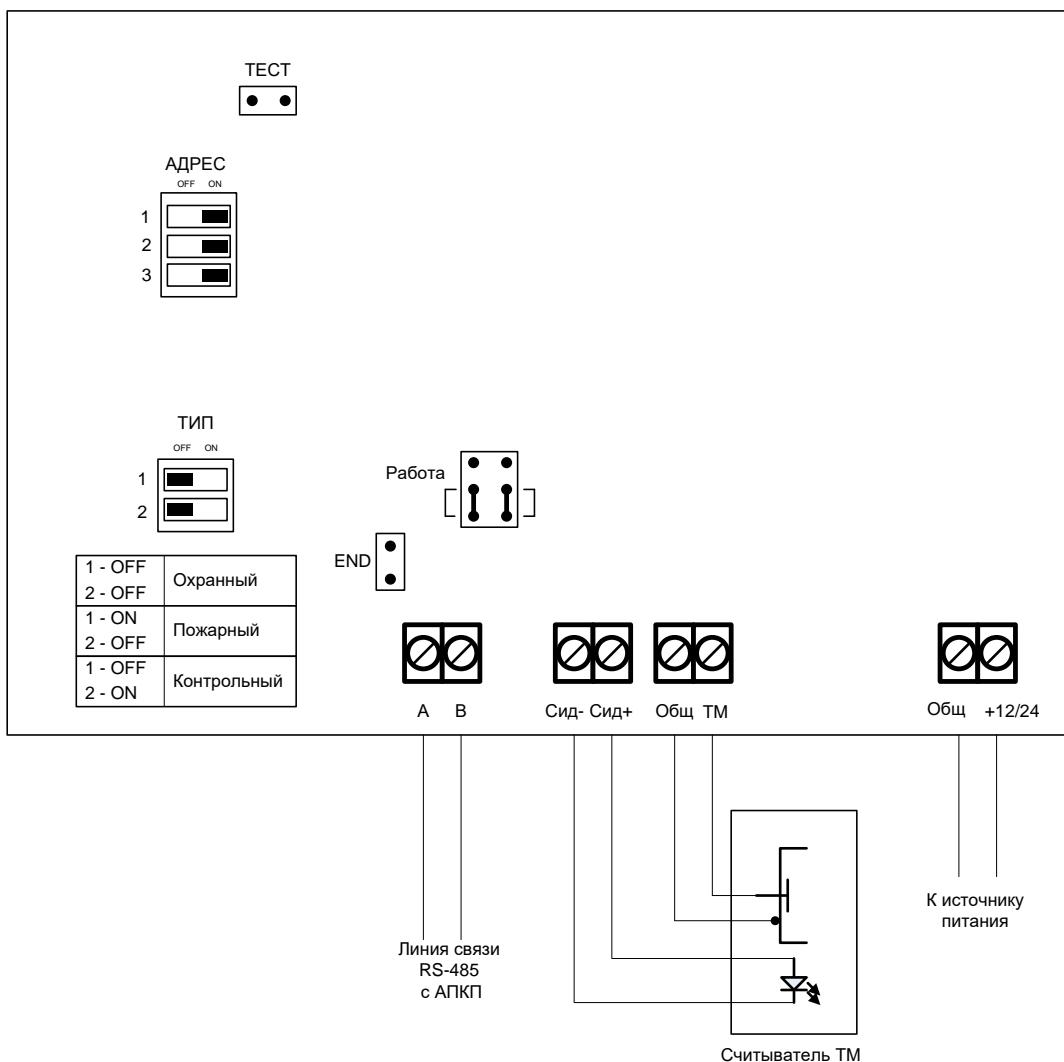

Рис.3. Расположение клемм подключения на плате индикации СДИ
6.1.3. На плате СДИ (рис.3) расположены клеммы:
6.1.4. На плате СДИ рис.3 расположены переключатели и джамперы (перемычки):
Подключить СДИ к линии связи с АПКП (RS-485) и к блоку питания (рис.3). Подключить «терминатор», установив на плате СДИ джампер "END". При установке в линии нескольких пультов управления «терминатор» устанавливают на самом дальнем от АПКП устройстве, на остальных устройствах в линии джампер "END" удалить.